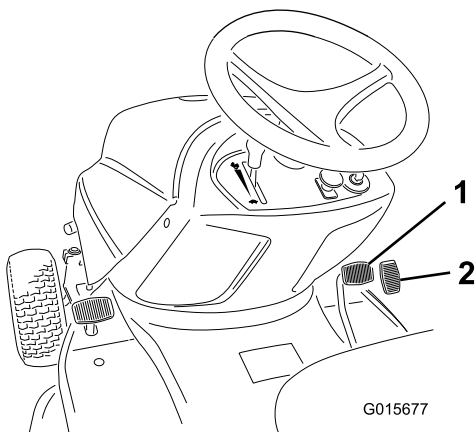

Bild 14
2. Gehen Sie mit dem Fuß auf das Fahrpedal und drücken Sie das Pedal langsam nach vorne (Bild 14).
2. Stellen Sie den Fuß auf das Gaspedal zum Rückwärtsfahren und treten Sie das Pedal langsam durch um rückwärts zu fahren (Bild 14).